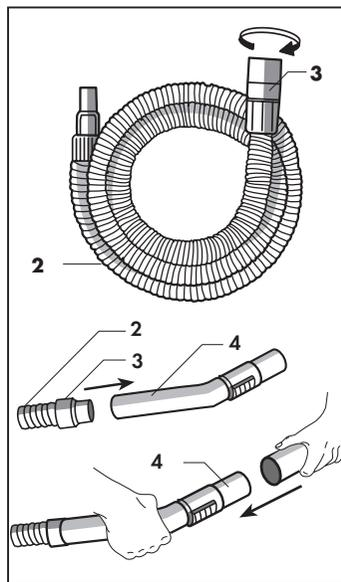
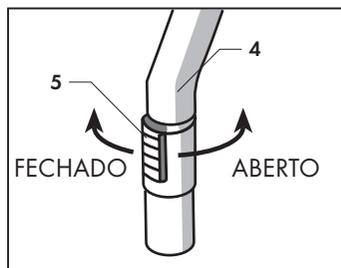

Fig. 8
Fig. 9
Para acoplar os vários componentes, basta introduzir a conexão (3) do tubo flexível (2) no punho (4) e introduzir a parte fêmea do acessório que deseja utilizar na parte terminal macho do punho (4). (Fig. 8).
**PUNHO (4)**
Este acessório possui um anel deflector (5) que serve para regular a força de aspiração (Fig. 9).